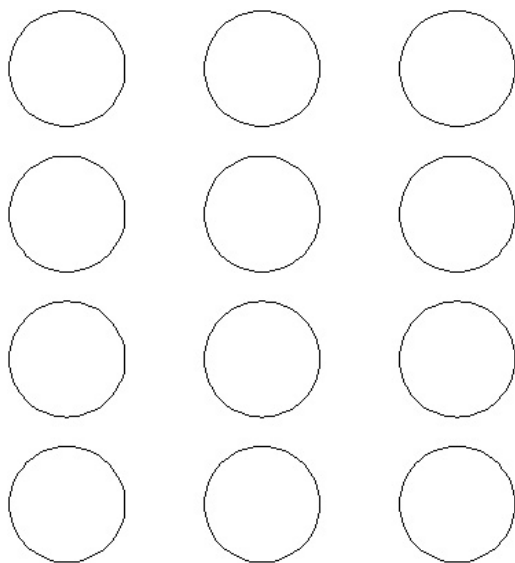

Рис. 6.9. Отредактированный массив
- Введите новое количество строк (например, 4), нажмите клавишу **Enter** и снимите выделение нажатием клавиши **Esc**. В массиве появятся две новые строки (рис. 6.9).